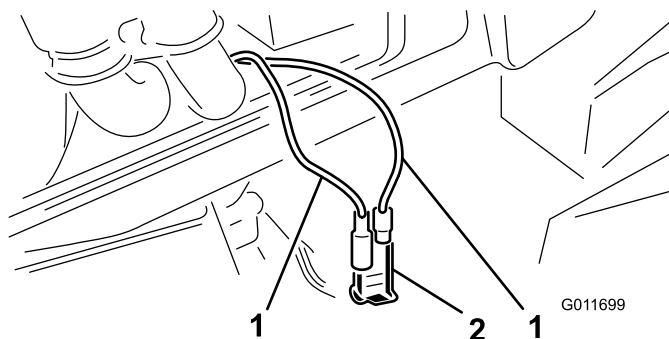

図 59
3. 内部にカウンタバランス用のジャンパ・ワイヤ（キャップのついた配線）があるのでそれを探し出す（図 59）。